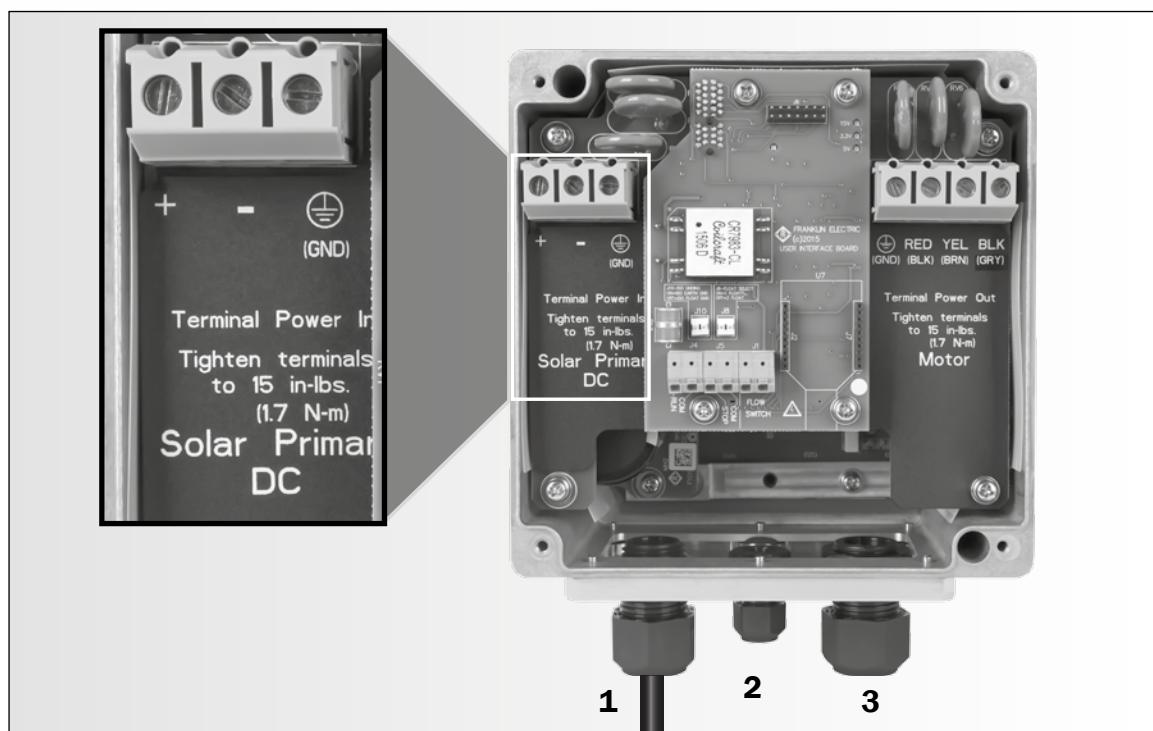

Figura 4: Conexão dos cabos de corrente contínua
- Passe os cabos CC pelo prensa cabo nº 1 indicado na Figura 4, certificando-se de que a passagem ficou devidamente vedada.